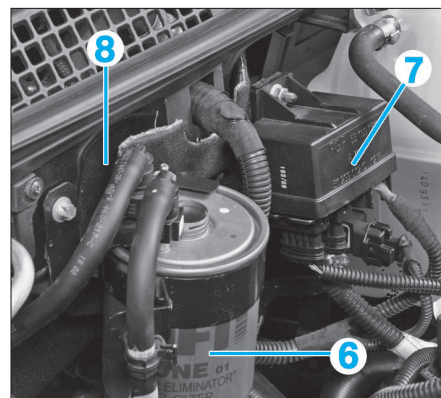
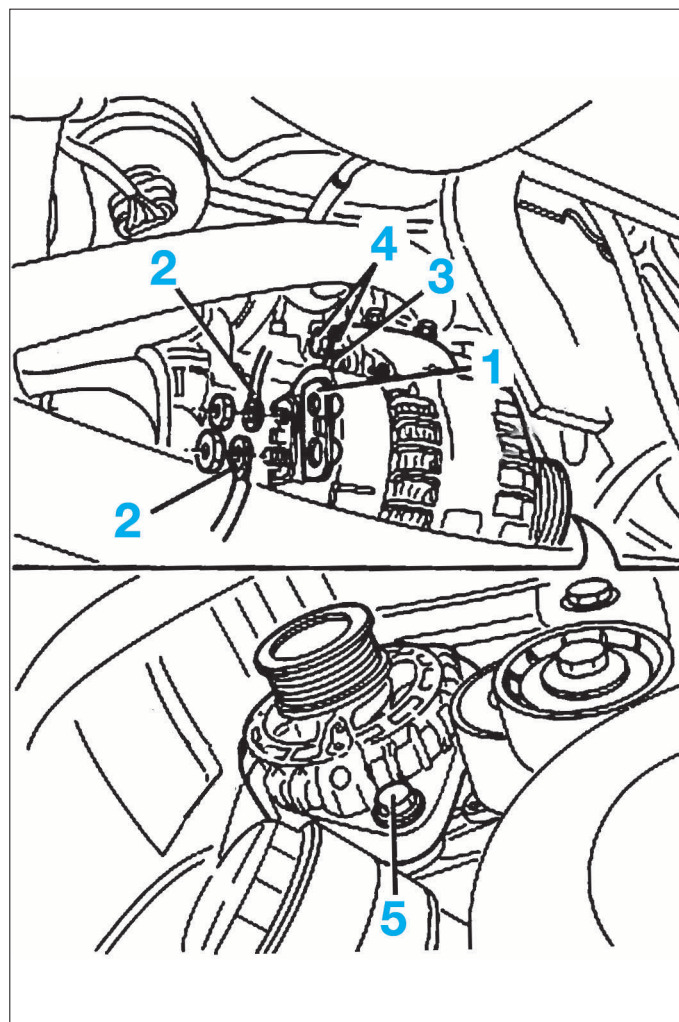

FIG. 11
FIG. 10
- Ouvrir le cache de protection (1) (Fig.10).
- Débrancher les connexions électriques (2).
- Déposer la vis de fixation supérieure (3) d'alternateur.
- Desserrer la vis (4) de l'étrier de réaction.
- Déposer la vis de fixation inférieure (5) d'alternateur.
- Déposer le filtre à carburant (6) (Fig.11) (voir opération concernée au chapitre "MOTEUR").
- Sans le débrancher, déposer le boîtier de préchauffage (7) de son support et le mettre de côté.
- Déposer le support (8).